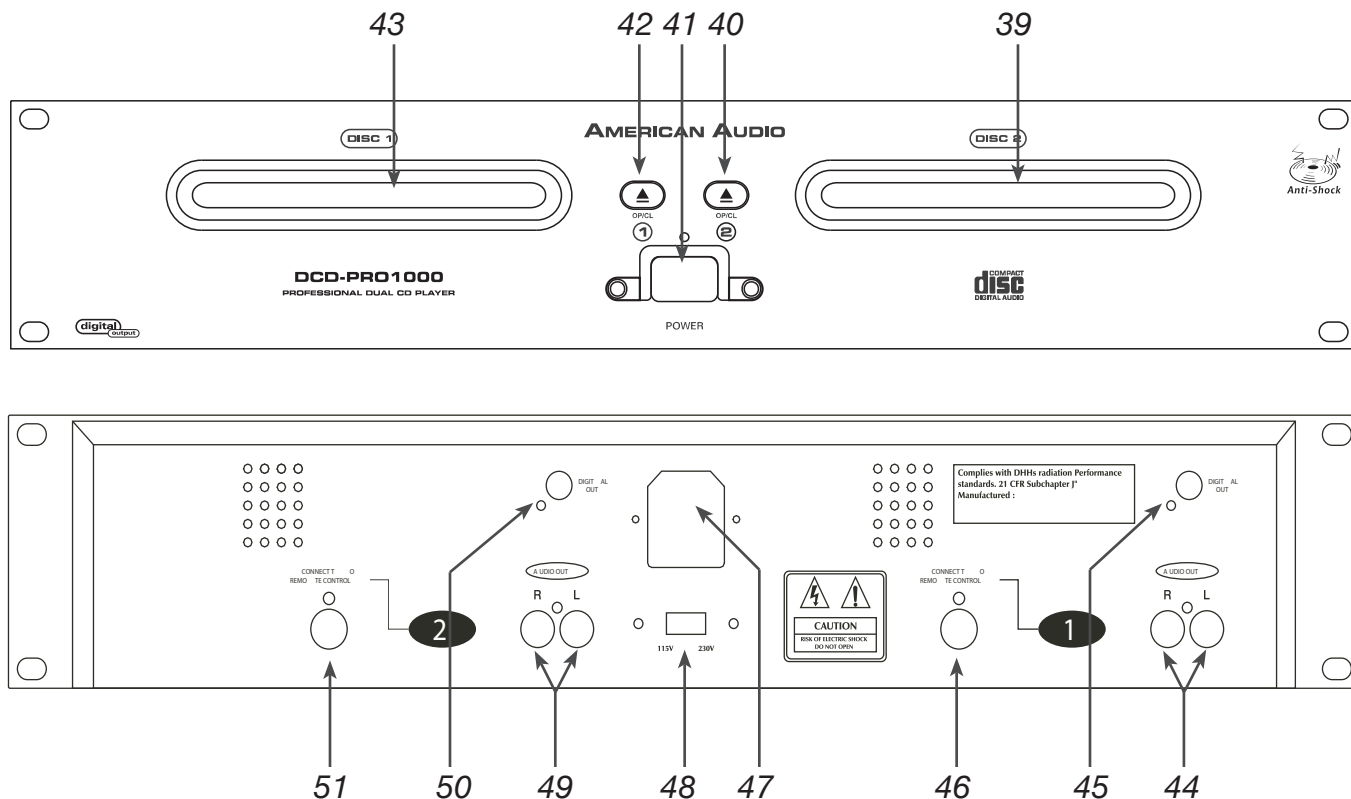

Figura 4
B. UNIDAD TRANSPORTADORA (FIGURA 4)